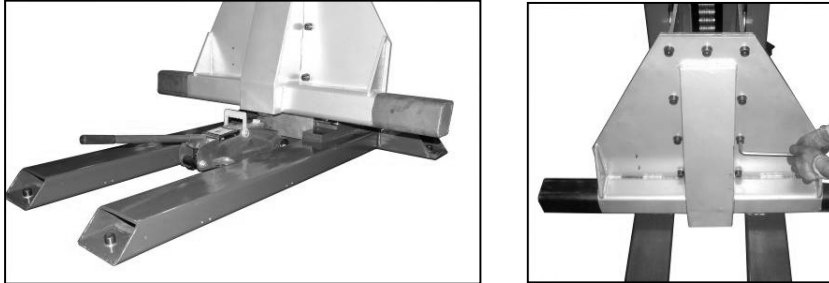

Figura: 8-A, B Carrello di sollevamento
- 9) Successivamente, è necessario fissare il telaio del sollevatore al supporto con delle viti. (Fig. 8-A, B) Un martinetto idraulico o un bozzello a carrucola sono adatti per livellare i fori. Quindi serrare tutte le viti sul telaio.